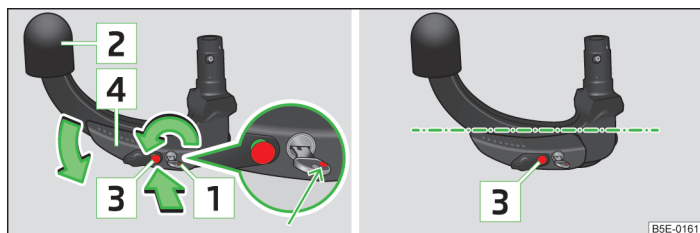

Fig. 103 Ajustar posición de reserva/Posición de reserva
- Girar la llave de modo que su marca roja **1** » fig. 103 sea visible.